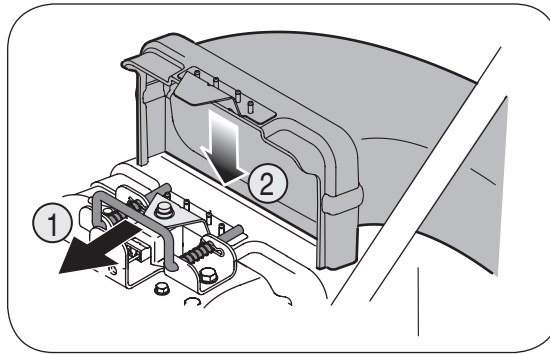

Figura 3-7
1. Tome el canal de soplado con una mano y deslice la varilla de seguridad del soporte de montaje hacia el motor con la otra mano. Use el extremo del soporte de montaje como palanca cuando deslice la varilla de seguridad. Vea la figura 3-7.